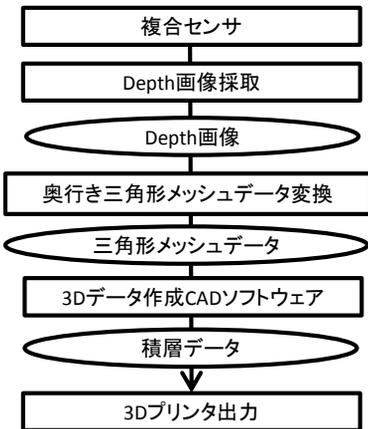

図1 Depth画像から立体造形へ
- 複合センサ搭載の距離センサによるdepth画像の取り込みから、3Dプリンタによる立体造形物作製までの流れを図1に示します。